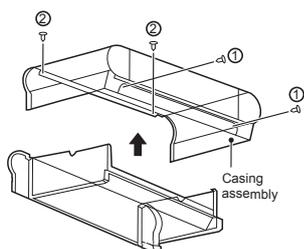

Figura 4-6 Remoção do invólucro
- Como mostrado na Figura 4-6, remova os parafusos ① \*2 e ② \*2 e, em seguida, o invólucro.